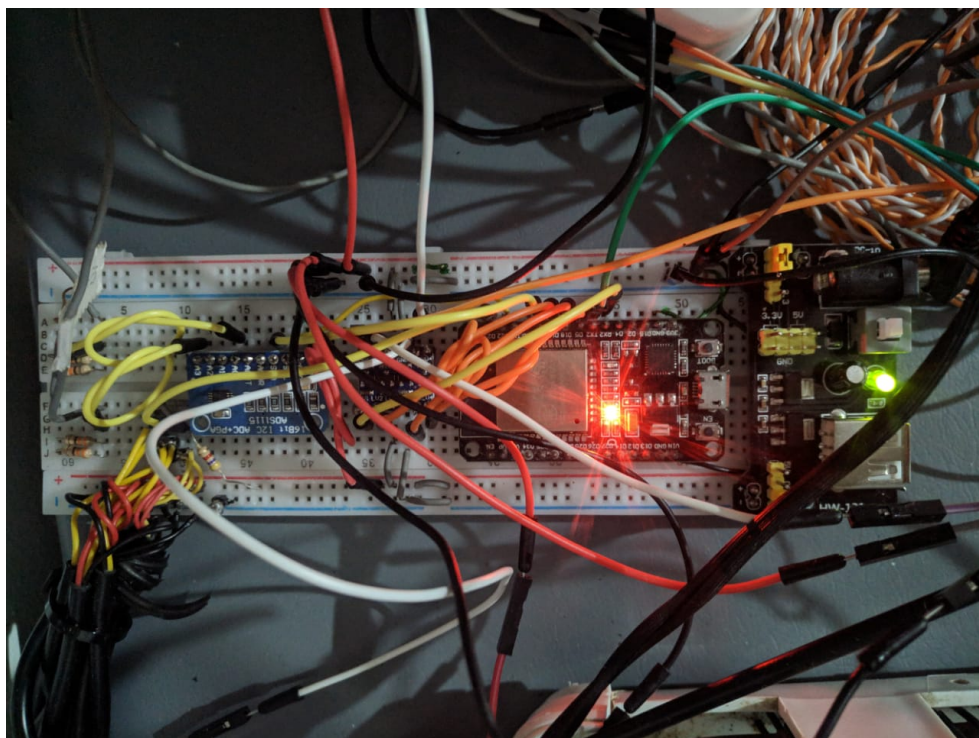

Figura 3:
- Sistema embarcado: A central de coleta e processamento dos dados: ESP32. A ESP32 é um sistema embarcado extremamente poderoso e versátil. Nesse trabalho não entraremos em detalhe sobre ela. Nela são conectados os sensores descritos logo abaixo da figura 3.